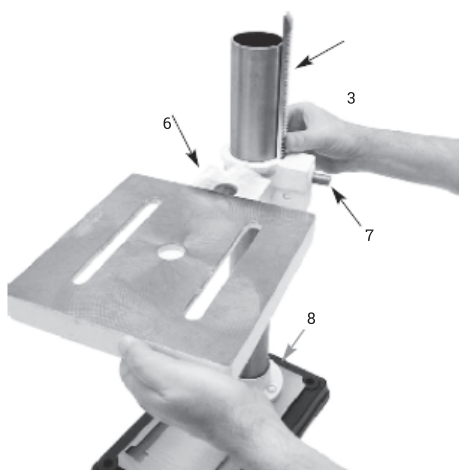

Рис. 3. Установка кронштейна стола в сборе на стойку
Снять стопорное кольцо (1), ослабив установочный винт (2), и зубчатую рейку (3). Необходимо убедиться, что червячное колесо (7) находится в кронштейне стола (8) и входит в зацепление с зубьями шестерни. Вставить зубчатую рейку в кронштейн стола. Она должна войти в его паз так, чтобы зубья рейки вошли в зацепление с шестерней в кронштейне. Надеть кронштейн в сборе с рейкой на стойку. Нижний конец зубчатой рейки должен войти в скошенный паз фланца (8) на стойке (рис. 3).